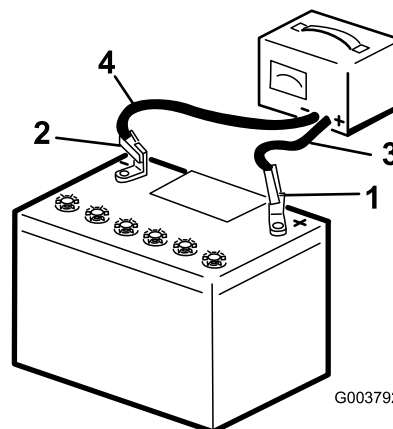

Figure 81
3. Connectez le câble positif du chargeur de batterie à la borne positive de la batterie (Figure 81).
4. Branchez le câble négatif du chargeur de batterie à la borne négative de la batterie (Figure 81).
6. Quand la batterie est chargée au maximum, débranchez le chargeur de la source électrique, puis débranchez les fils du chargeur des bornes de la batterie (Figure 81).